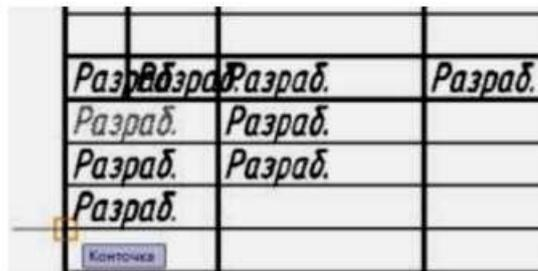

Рис. 47. Копирование слова *Разраб.* с объектной привязкой «контровка»
8.1. Для упорядоченной записи текста в графах, т.е. для того, чтобы положение текста относительно рамки графы было одинаковым, там, где это требуется, скопируем слово *Разраб.* в другие соответствующие графы штампа, указывая базовую точку в левом нижнем углу рамки графы (рис. 47).